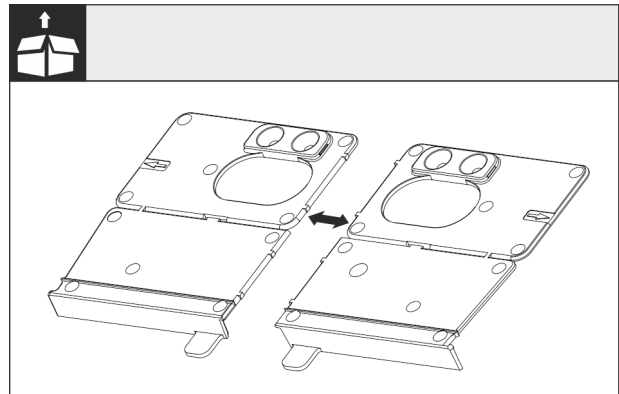

Fig. 27
- Ndani profilin e montimit në bazament Fig. 27 (I) në pjesën me vrima të vogla.